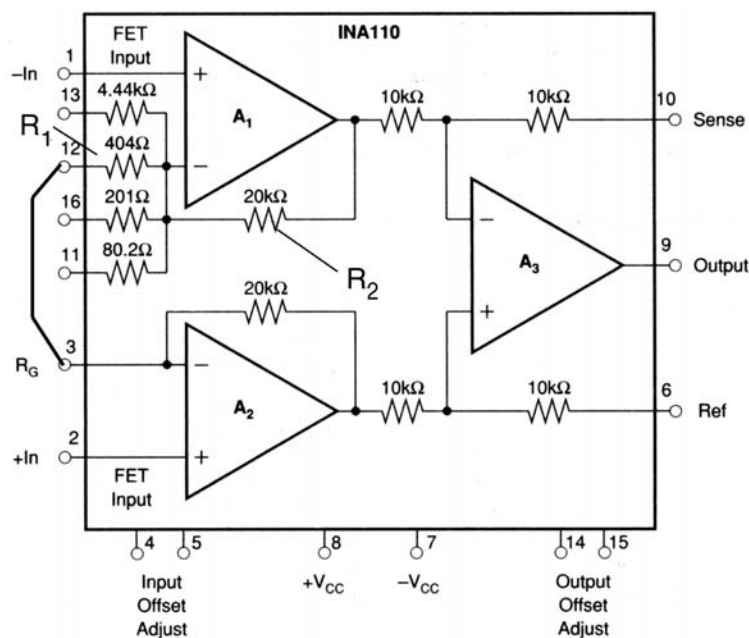

Abb. 1
7. Wie beschalten Sie diesen Differenzmeßverstärker (Abb. 1), um eine Verstärkung von 100 zu erreichen?